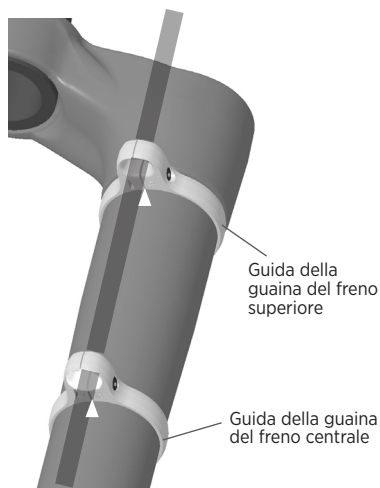

Figura 15: Posizionamento delle guide della guaina del freno
3. Rimuovere le due viti dalle guide della guaina del freno centrale e superiore. La guida della guaina del freno centrale è contrassegnata con una "M" e presenta un diametro leggermente minore rispetto alla guida della guaina del freno superiore (contrassegnata con una "U"). Installare la guaina del freno attraverso l'apertura presente in ciascuna guida. Riavvitare le viti senza stringerle fino in fondo (Figura 15).
4. Posizionare le guide della guaina centrale e superiore in modo tale che la fessura inferiore sia allineata con la parte superiore di ciascuna delle frecce incise al laser sulla forcella (rappresentate dalle punte della freccia bianche nella Figura 15). Utilizzare una punta esagonale da 2,5 mm e una chiave dinamometrica per serrare la vite a 0,9 N.m (8 in-lb).